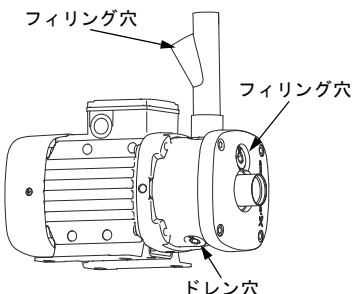

図 11 フィリング穴とドレン穴の位置
4. ポンプのフィリングプラグを外します。図 11 を参照してください。